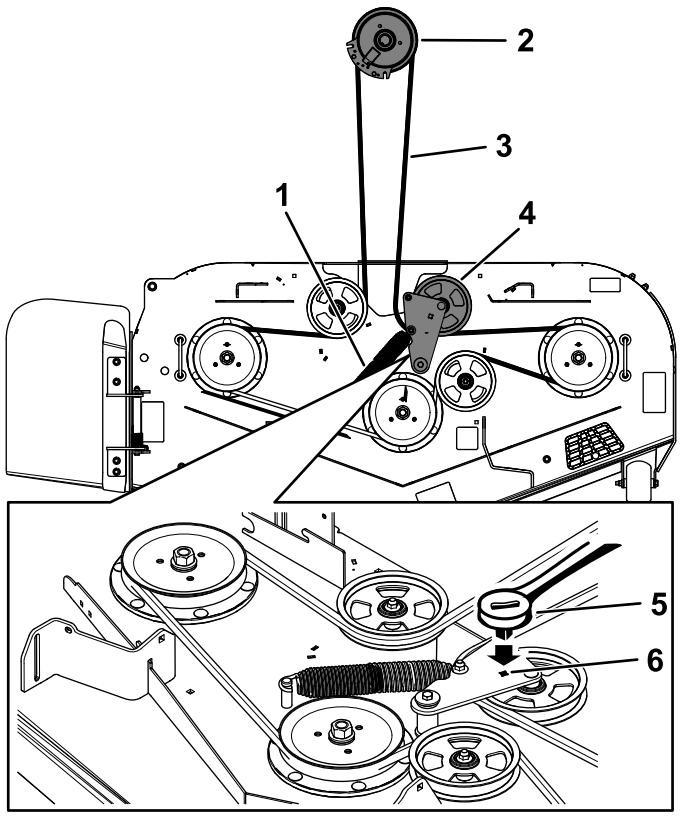

Figura 68
- Utilice una llave de carraca de $\frac{3}{8}$ " en el orificio cuadrado del brazo tensor para aliviar la tensión del muelle tensor (Figura 68).
- Instale la guía de la correa en el brazo tensor tensado con muelle (Figura 68).
- Pase la correa nueva alrededor de las poleas del cortacésped y de la polea del embrague, debajo del motor (Figura 68).
- Instale la guía de la correa en el brazo tensor (Figura 68).
- Utilizando la llave de carraca de $\frac{3}{8}$ " en el orificio cuadrado, instale el muelle tensor (Figura 68).